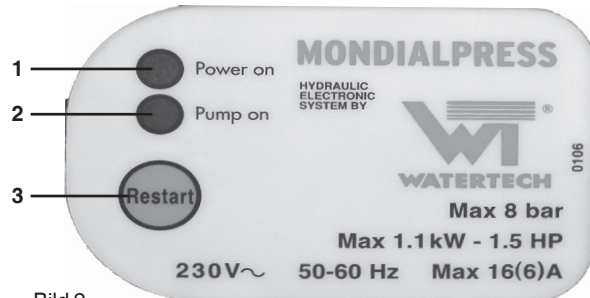

Bild 2
1.5 Bedienung des Durchflusswächters (siehe Bild 2)
- LED grün "Power on" (1)**